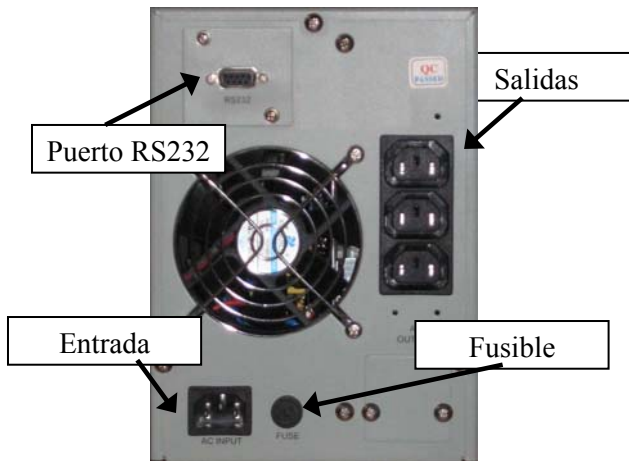
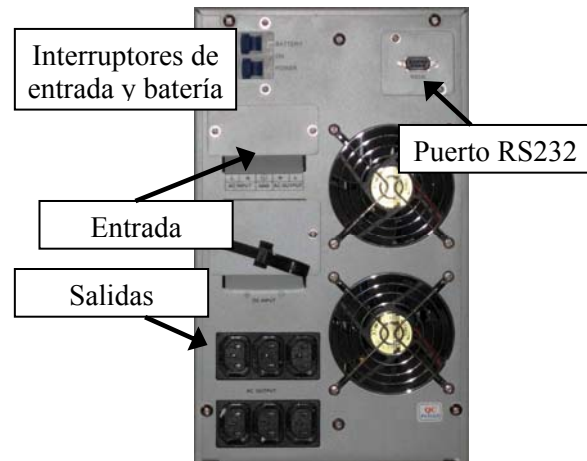

Fig. 3-1 Panel trasero VOLGA 1KVA
Fig. 3-2 Panel trasero VOLGA 2 y 3KVA
- Conecte el cable de entrada en INPUT AC y el otro extremo a la toma de red. En la Fig. 3-1 y la Fig. 3-2 dispone de una vista del panel trasero de diferentes modelos VOLGA.